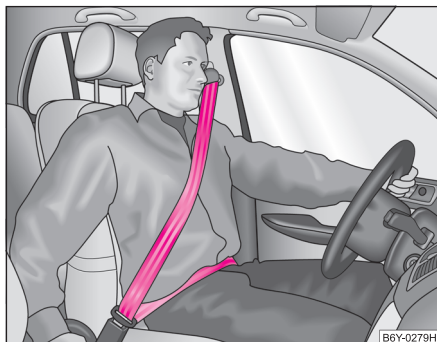

Fig. 121 Centura de siguranță pentru umăr și bazin
- Partea de umăr a centurii nu trebuie să treacă peste gât, ci aproximativ peste mijlocul umerilor și să aibă un contact ferm cu corpul. Partea din dreptul bazinului trebuie să aibă întotdeauna un contact ferm cu bazinul și să fie plasată cât mai jos ⇒ **pagina 150, fig. 121**. Îndreptați cu mâna banda centurii.